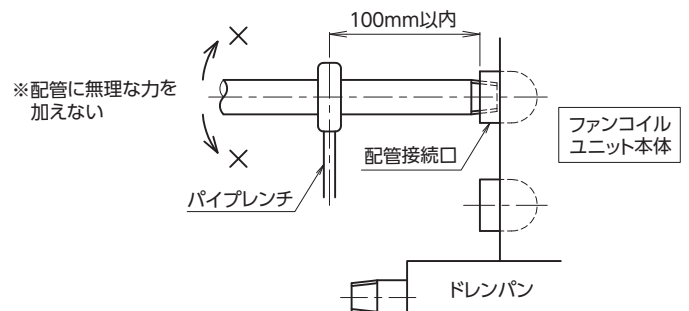

図4-3 冷温水配管施工時の注意事項
- ・配管をねじ込む際は、配管に大きな力が加わらないように真っ直ぐにゆっくりとねじ込んでください。（図4-3参照）